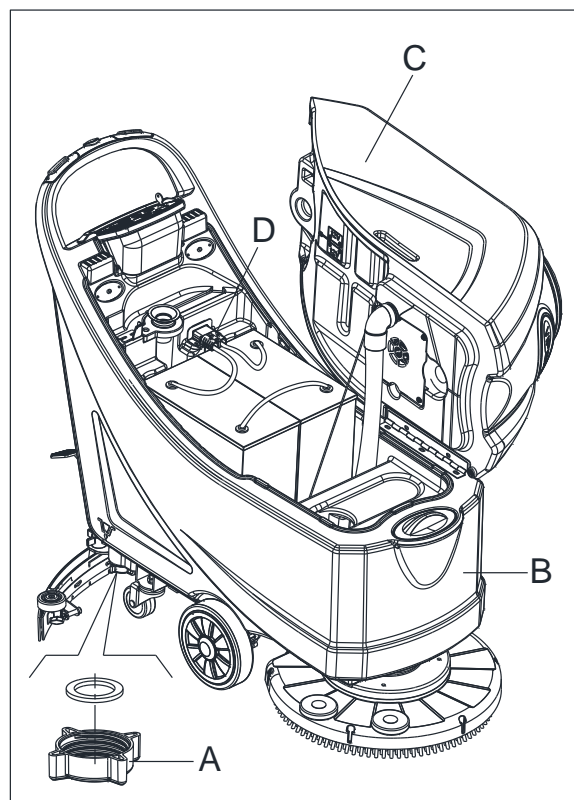

Abbildung 13
7. Entleeren des Frischwassertanks mit dem Schlauch (A, Abb. 13). Nach der Beendigung, spülen Sie den Behälter gründlich mit klarem Wasser aus.
2. Leeren Sie die Tanks (B und C, Abb. 13), wie im vorherigen Absatz gezeigt.